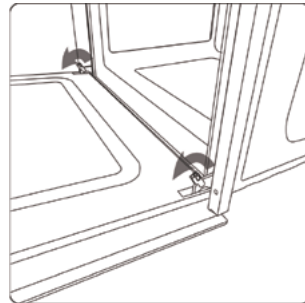

Abb. 10
- ➔ Heben Sie die beiden in Abbildung 10 gezeigten Hebel an.